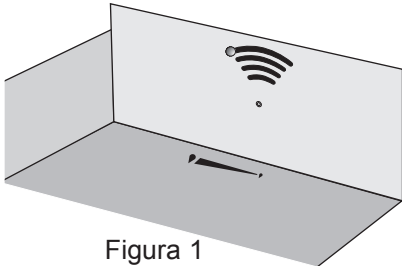
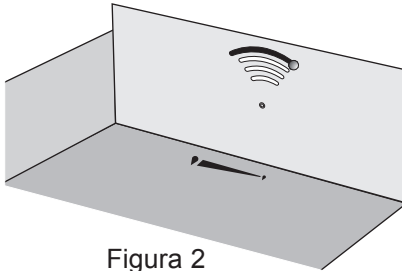

Figura 1
Figura 2
El controlador de humedad está ubicado dentro del cajón del calentador y se usa para controlar la humedad del cajón. La perilla de control de humedad se puede colocar en cualquier posición entre Húmedo  (Figura 1) y Seco  (Figura 2). Para configurar el controlador de humedad, deslice el controlador hasta la posición deseada.
2. Ubique la palanca de la corredera a cada lado de la gaveta, tire de la palanca de la corredera del lado derecho y empuje hacia abajo en la palanca de la corredera del lado izquierdo (Ver Figura 1).
1. **Tire de las correderas con rodamiento hacia la parte delantera** de la corredera del chasis (Ver Figura 2).